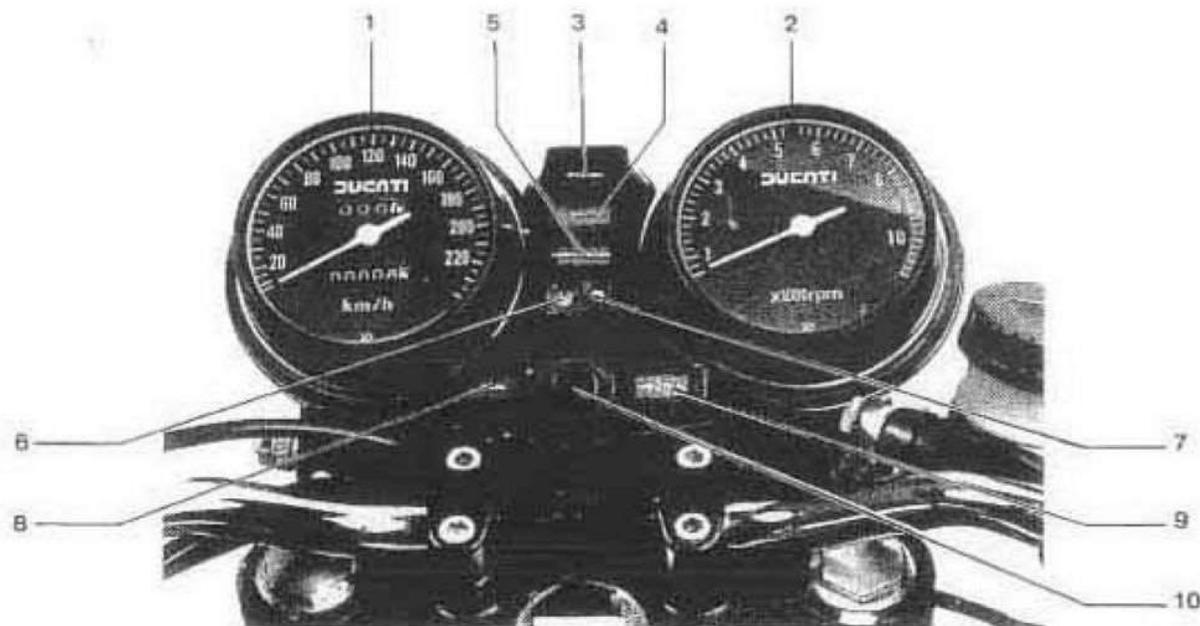

Fig. 1
**COMANDI****Fig. 1**
**CONTROLS****Fig. 1**